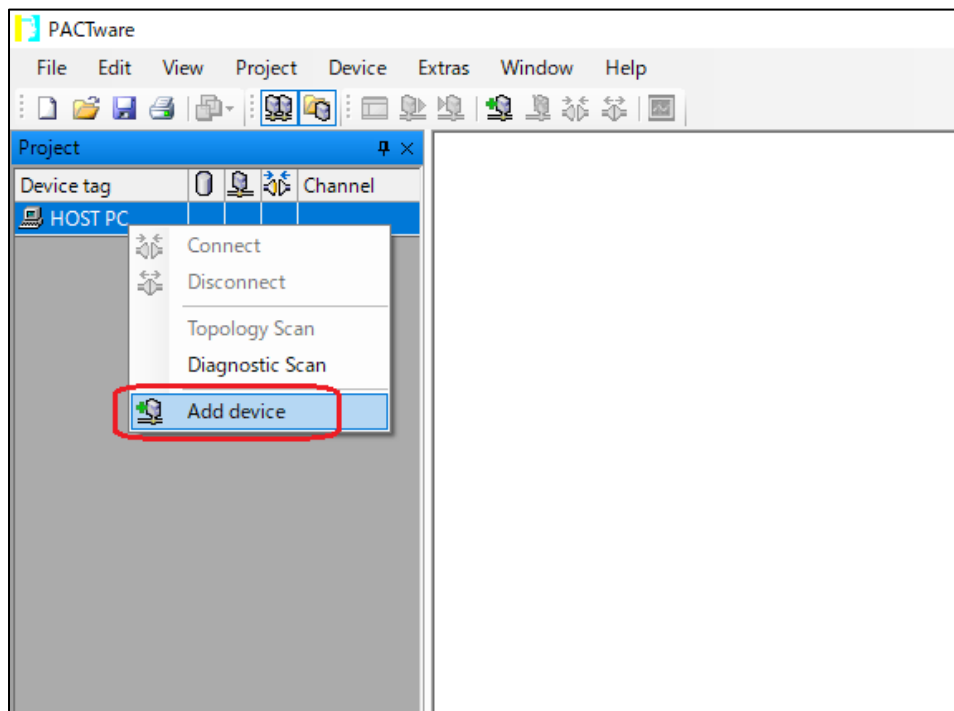

図 5-22 Add device メニューの選択
- ① 最初に ISA100.11a 無線上位システムの DTM を起動します。メイン画面左のツリーメニュー⇒ HOST PC を右クリックし、「Add device」を選択します。(図 5-22)